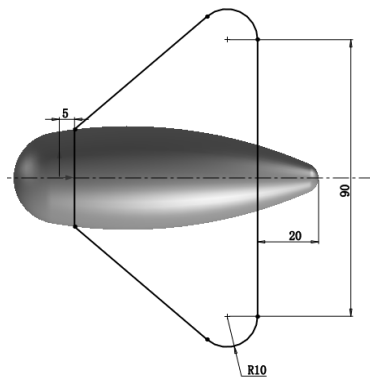

图 9-104 草图尺寸
4) 绘制草图。在左侧 FeatureManager 设计树中用鼠标选择“前视基准面”, 作为绘制图形的基准面; 单击“草图”控制面板中的 (直线) 按钮和 (圆角) 按钮, 绘制图 9-104 所示的草图并标注尺寸。